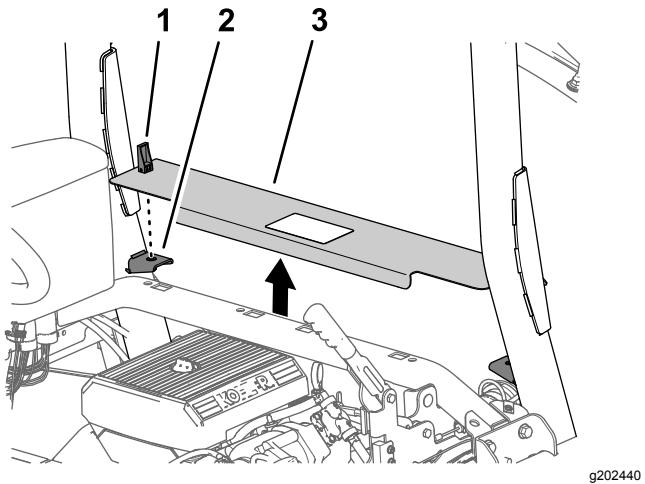

Рисунок 7
- Поверните вверх рукоятки защелок панели доступа к двигателю (Рисунок 7).
- Поднимите панель доступа к двигателю и снимите ее с машины (Рисунок 7).